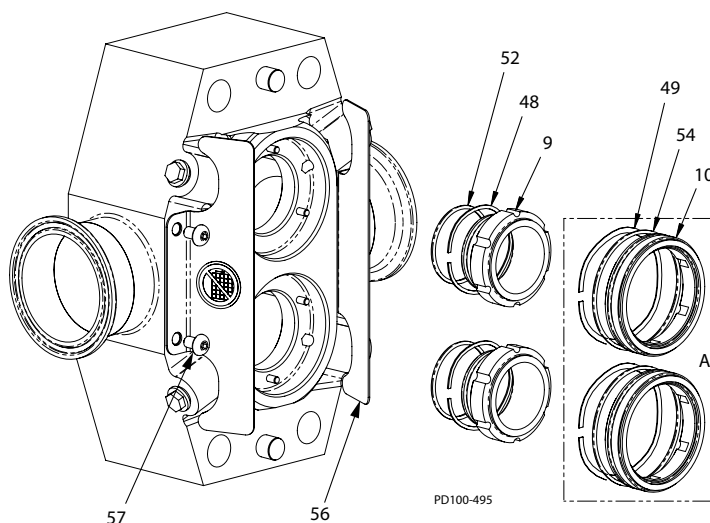

Figura 53 - Montarea sigiliului axului
3. Montați inelul-o al sigiliului interior (Figura 53, articol 52) în canelura sigiliului intern și montați supapa ondulată (articolul 48) în corpul sigiliilor interne (articol 9).
5. Închideți apărătoarele (Figura 53, articol 56) spre corp cu ajutorul șuruburilor cu cap rotund (articol 57).
6. Pentru pompele cu sigiliu dublu (Figura 53, înserați A):
Instalați inelul-o al sigiliului extern (Figura 53, articol 54) în canelura sigiliului extern (articolul 10).